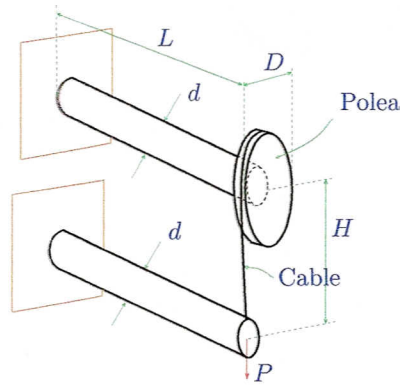

Figura 2: Dos vigas cilíndricas unidas por un cable.
2. (28 puntos). La Figura 2 muestra dos vigas de sección circular y largo L las cuales están empotradas en sus extremos izquierdos. La viga inferior está sometida a una fuerza puntual P y está conectada a través de un cable de diámetro d_c a una polea rígida, la que está pegada a la viga superior. Determine la fuerza que se transmitiría a través del cable a la polea. Las vigas y el cable tiene un módulo de Young de E , en tanto que las dos vigas tiene además un módulo de corte G .